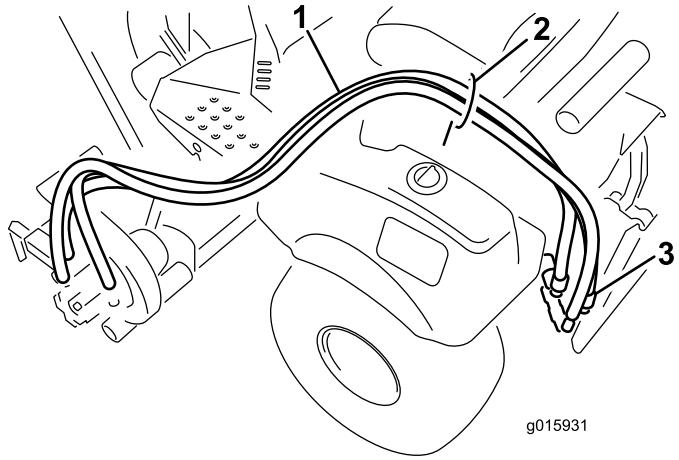

図 14
- 油圧ホースをホースガイドに通し、機体後方へ導く(図 14)。
- ホースを後リモートコネクタに接続する(図 14)。